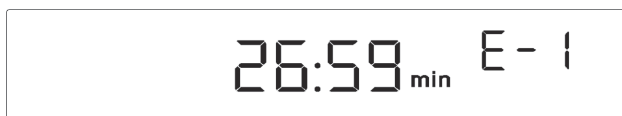

Рис. 11: Индикация кода неисправности E-1
- В случае срабатывания датчика короткого замыкания или обрыва цепи в состоянии работы на дисплее будет отображаться E-1. См. рисунок 11.